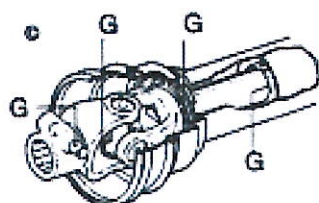

Fig. 85
- Smörj PTO-axelns leder (se G i fig.85 & 86)